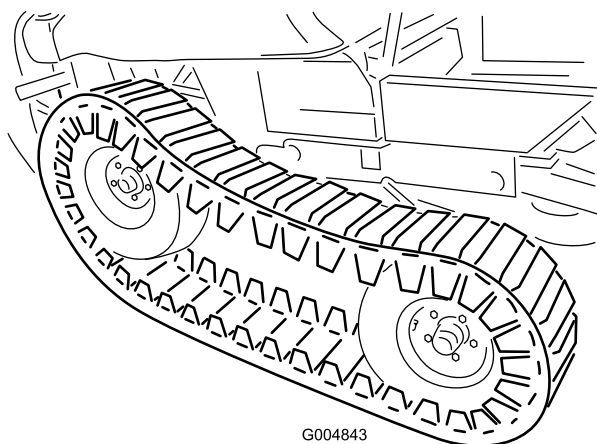

図 53
24. 誰かに手伝ってもらって、クローラの前部を持ち上げておいて注意深く前タイヤを取り付ける 図 53。